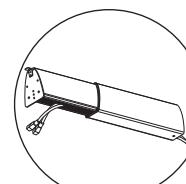
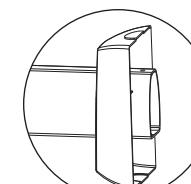
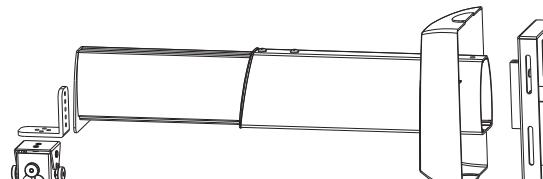
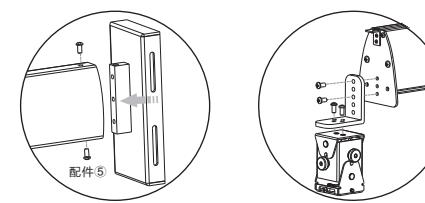

图1
图2
图3
图4
- ① 首先把线材收纳到安装支杆内, 如图1。然后能把底盖套入吊架支杆, 如图2。把后安装板安装到吊架支杆, 紧固螺丝(配件⑤), 如图3。把前安装板安装到吊架副杆的面板上, 再把角度调节器安装到前安装板上, 紧固螺丝(配件⑥), 如图4。